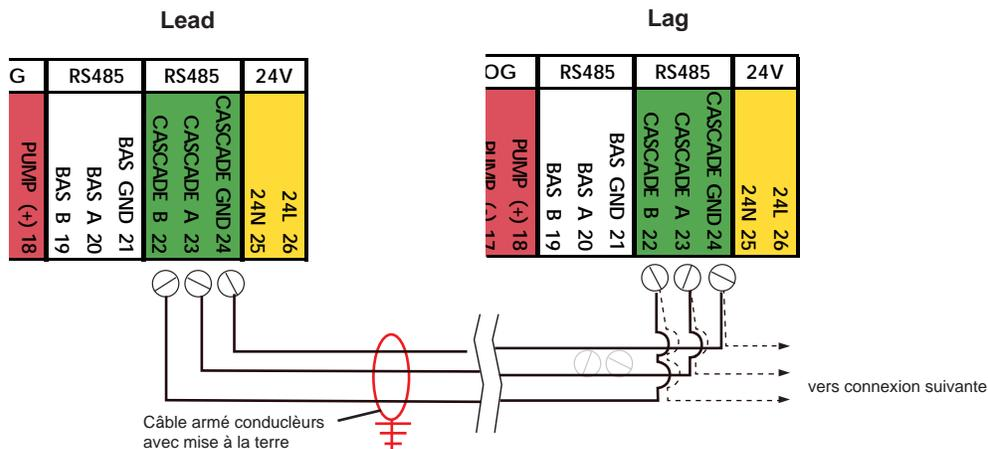

Figure 25. Connexions de câblage en cascade
23 (A), 22 (B) et 24 (GND) du bornier de sortie. Utiliser une paire torsadée à 2 fils, blindée avec drain (câble de communication) entre les appareils. Se reporter à la Figure 25. Connectez un fil du câble de communication à A (borne 23), et l'autre fil à la borne B (borne 22), et le fil de drain à la TERRE, (borne 24). Connecter l'autre extrémité du câble à l'appareil suivant, en faisant correspondre les câbles de l'appareil précédent, à l'exception de la TERRE. Raccorder le fil d'écoulement à la masse à la terre à l'une seule extrémité du câble pour éviter les boucles de terre. Si plus de deux appareils sont installés en cascade, chaîner en série le câblage d'un appareil à l'autre, en veillant à ce que les câbles soient aussi courts que possible.
SE REPORTER AUX FIGURES 25 ET 26